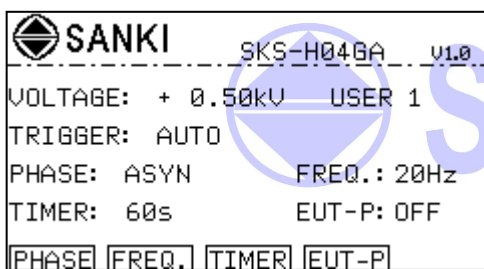

图 19 异步模式设置界面
- ① 相位设置为“**ASYN**”，液晶显示如图19所示。